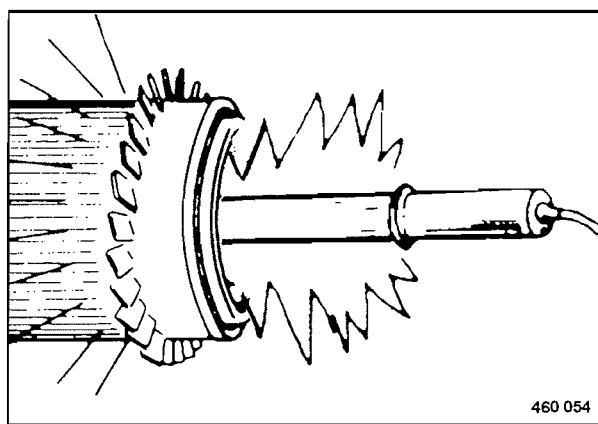

Fig. 88
- Comprobar el interior del filtro de aire seco (Fig. 88) por agujeros, grietas, estrías u otros daños, haciendo uso de una lámpara portátil.